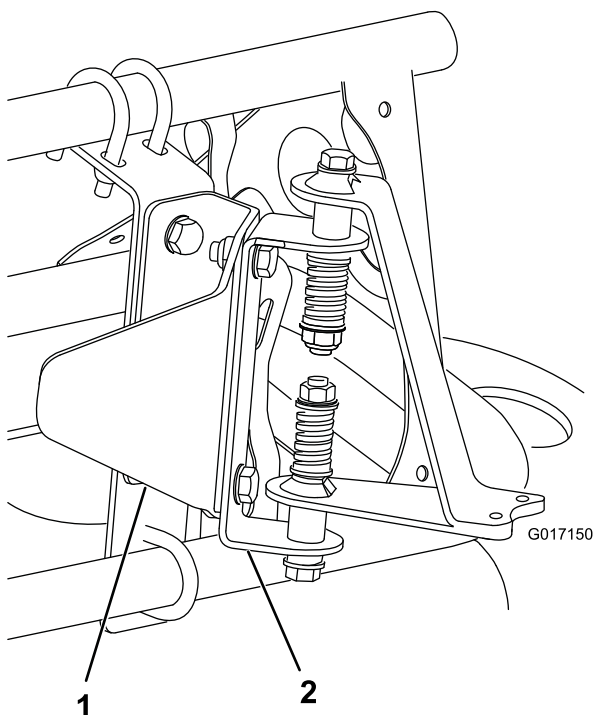
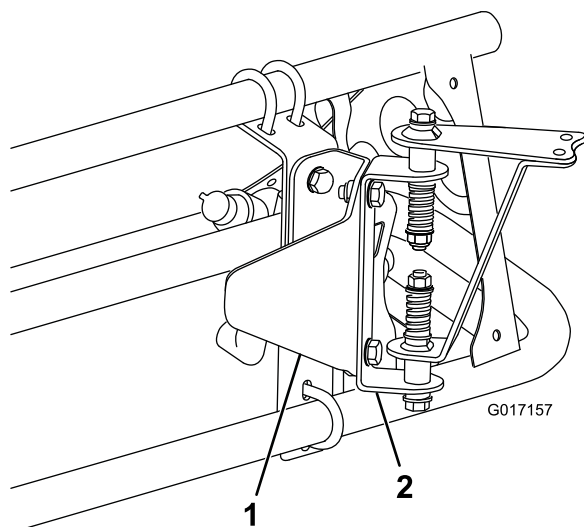

Figura 11
Figura 12
3. Instale los herrajes de montaje del sensor en el protector del sensor con 2 pernos (5/16 x 3/4 pulgada) y 2 contratuercas (5/16 pulgada) según se muestra en Figura 11 (brazo cubierto) o Figura 12 (brazo abierto).